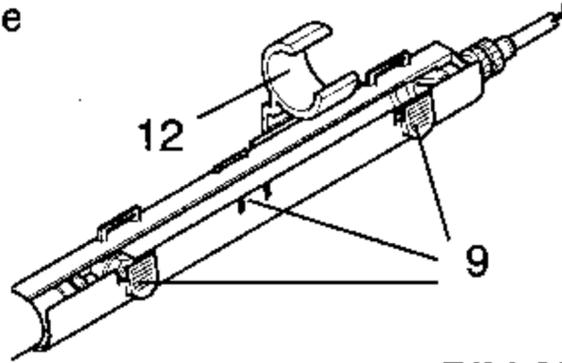

Bild 22
- Zum Schließen des Deckels die Verschlussteile (9) in die Öffnungen am Clickstickgehäuse führen und einrasten lassen
- Clickstick mittels Clip (12) an der Kettenstrebe befestigen (Bild 22)